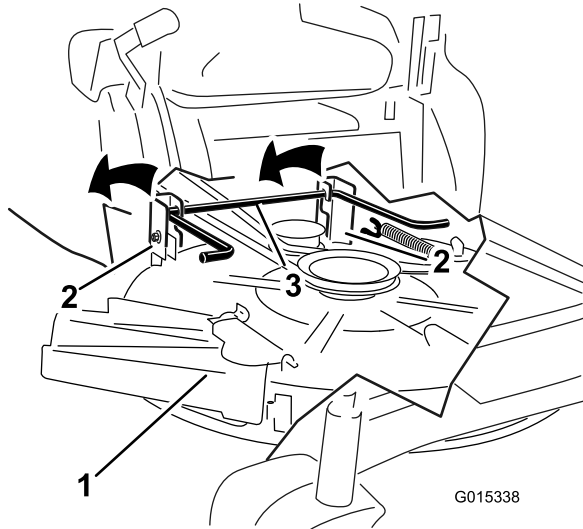

Figura 56
la varilla de elevación trasera; luego baje el cortacésped con cuidado al suelo (Figura 56).
- Eleve la parte trasera de la carcasa de corte y coloque los soportes sobre la varilla de elevación trasera (Figura 56).